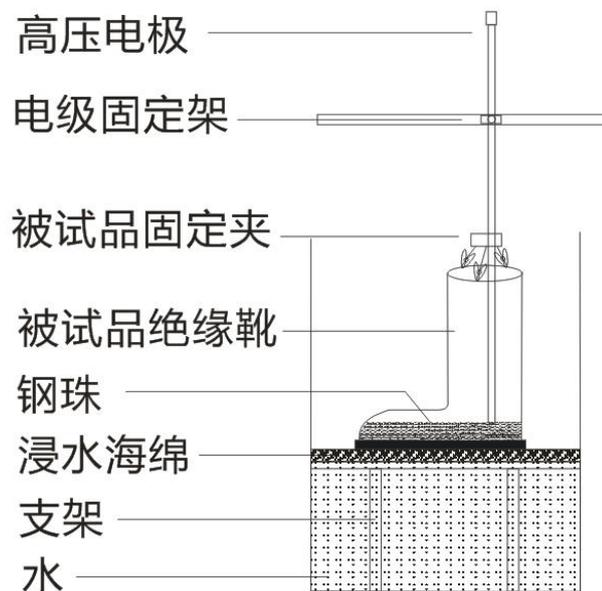

图 4.2 绝缘靴试验示意图
**第二步：绝缘靴试验参考方法：**将试验支架放入试验桶容器中，并在试验支架上放一层海绵，然后往试验桶容器中注水，使试验支架上的海绵被水浸湿即可，海绵挤压后含水量不能浸湿鞋帮。然后在绝缘靴内部放入小钢珠，使其均匀覆盖到绝缘靴底部且钢珠高度不得低于 15mm，将绝缘靴外表面全部擦拭干净（靴底除外），确保干燥。然后将绝缘靴放置在浸水海绵上面，将高压电极插入绝缘靴内的小钢珠中，将高压电极的另外一端固定在高压端的测试架上面，并将绝缘靴用电极上的夹子夹好。如图 4.2 所示：